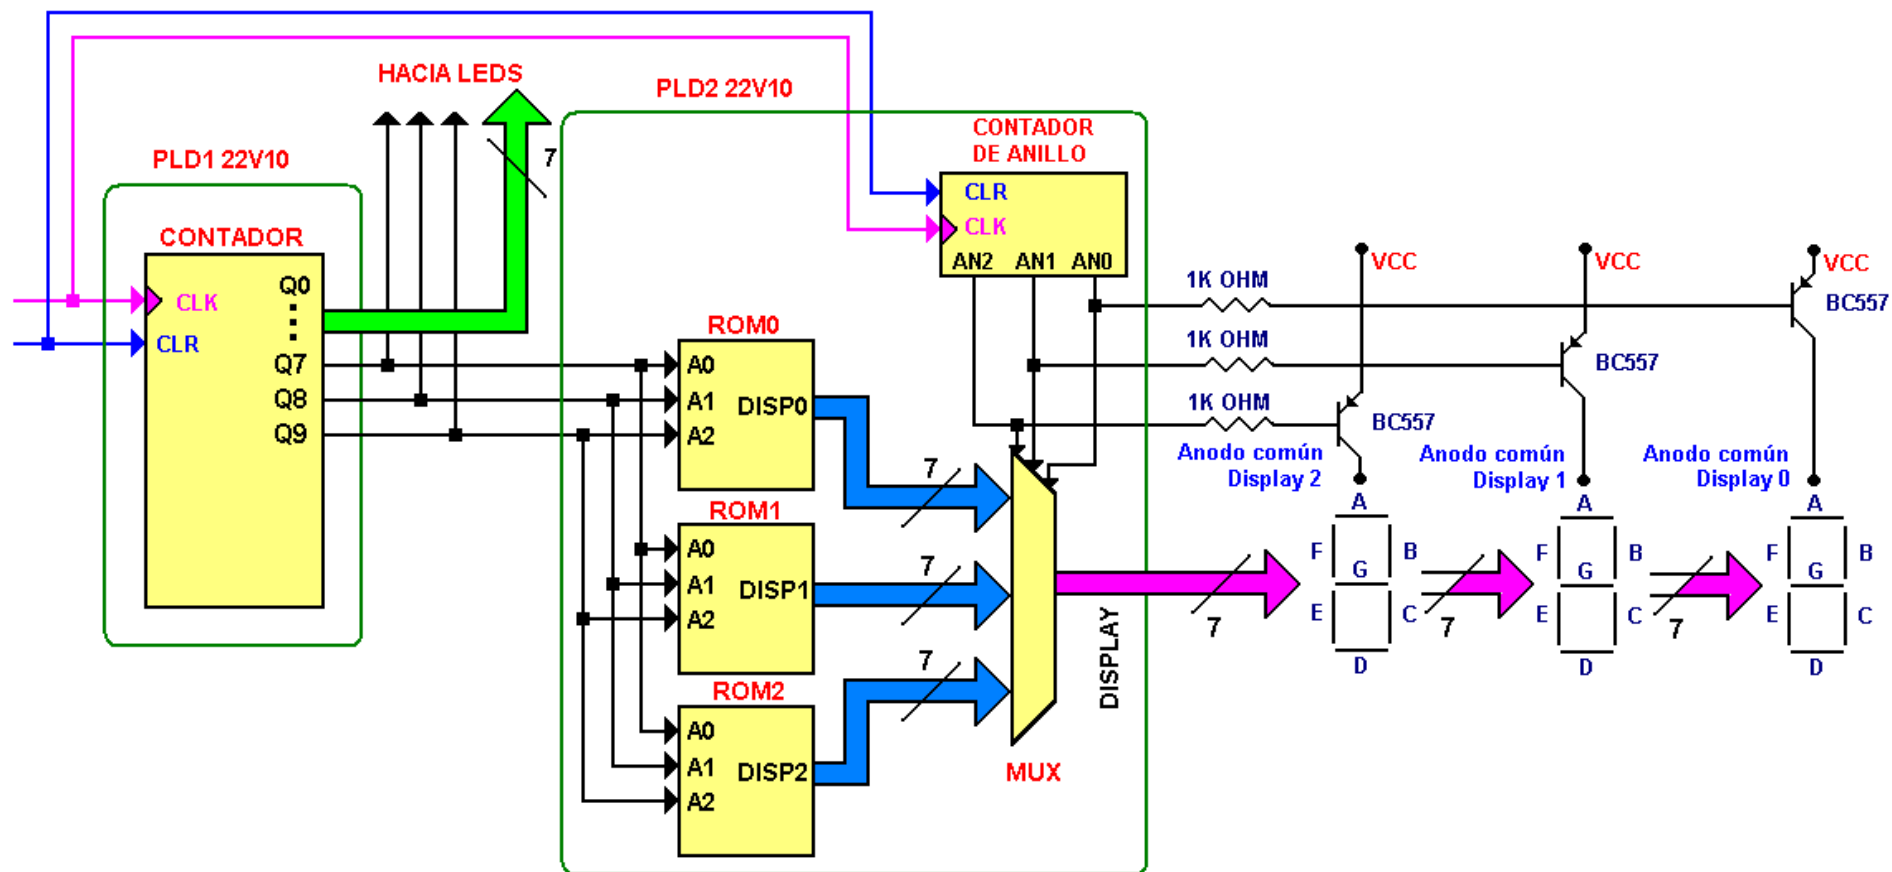

Ilustración 2 Microarquitectura 1.
1. Realizar el programa de la microarquitectura mostrada en la ilustración 2. Este diseño consiste de un contador de 10 bits que se encuentra en el SPLD1. Este contador usa sus 3 bits más significativos para proporcionar la dirección a las memorias ROM que se encuentran en el SPLD2. Al usar los bits más significativos, el cambio en estos bits se da a la frecuencia dada por: